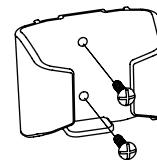

Fig. 24
Étape 1. Choisissez un emplacement pour installer votre support de commande du combiné, installez comme indiqué (Fig.24)